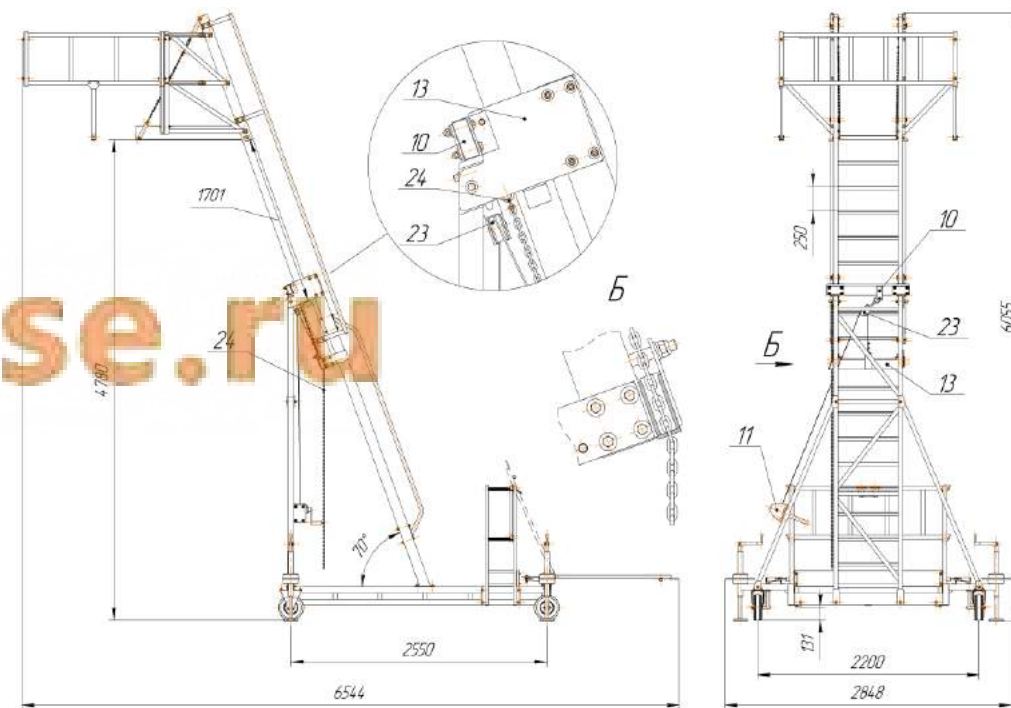

Рис. 5
- 5.15. При помощи карабина (комплектуется в зависимости от типа блока) присоединить блок 23 к раме вертикальной 10. Рис. 5.
- 5.16. Уложить в жёлоб блока 23 трос лебёдки 11 после чего закрепить на лестнице 13. Рис. 5.
- 5.17. Присоединить цепь с монтажной скобой 24 к скобе лестницы 13. Рис. 5.
Цепь 24 после подъёма лестницы укладывается в вилку, расположенную на лестнице 13, и обеспечивает дополнительную страховку при срыве стопора лебёдки 11. Рис. 5. Вид Б